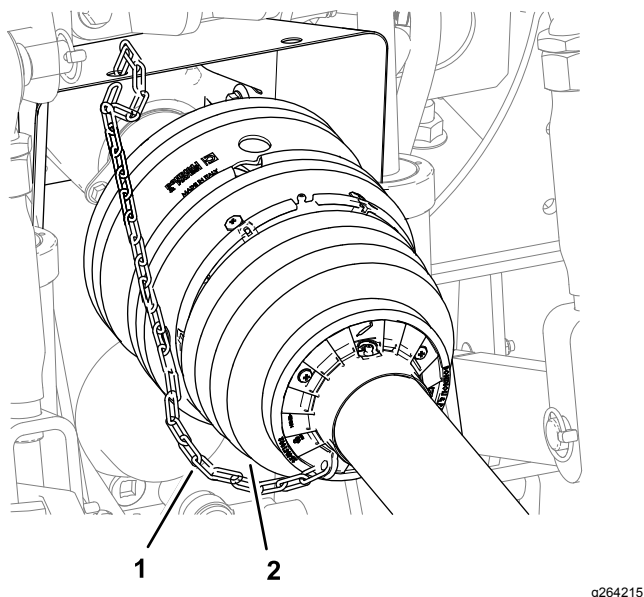

Figura 17
5. Verifique se a corrente de retenção está instalada entre o resguardo do eixo da tomada de força dianteiro e a peça fixa no veículo de reboque (Figura 17).